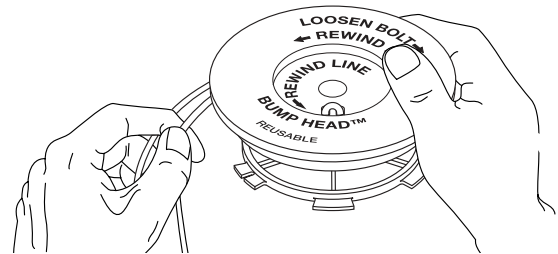

Figure 32
- Bobine las líneas en capas parejas y ajustadas sobre el carrete (Fig. 32). Bobine la línea en la dirección indicada en el carrete interior. Coloque su dedo índice entre las dos líneas para evitar que se superpongan. No superponga los extremos de la línea. Proceda al paso 11.